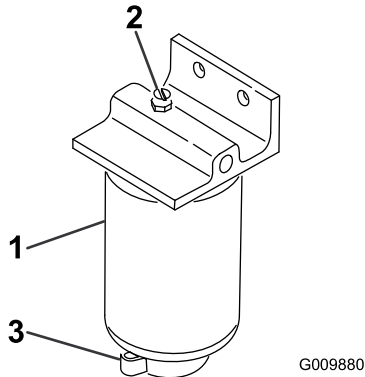

Figure 65
2. Desserrez le robinet de vidange au bas de la cartouche du filtre (Figure 65).
1. Nettoyez la surface autour des supports de la cartouche du filtre (Figure 65).